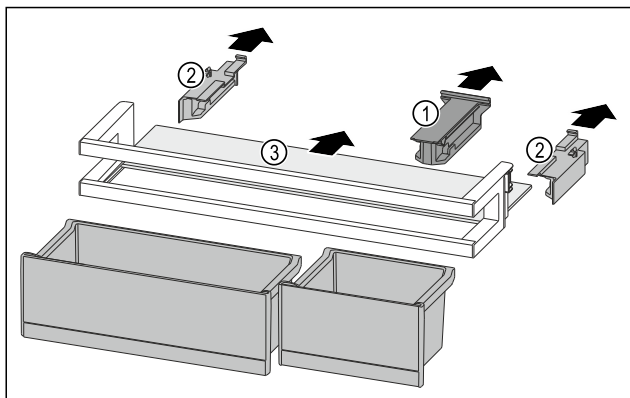

Fig. 148
- Húzza le a tartóelemet Fig. 148 (1).
- Húzza le az oldalsó részeket Fig. 148 (2).
- Vegye ki a tárolólapot Fig. 148 (3).